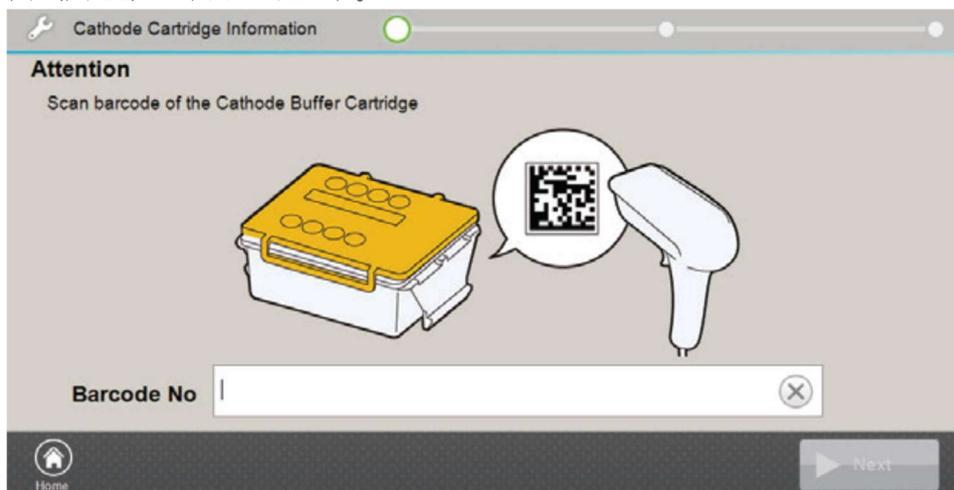

図 22 カソードバッファカートリッジのバーコード読み込み画面
- フッターの **Install** ボタンを押すと、交換手順のウィザードが開きます。このボタンを押すとカソードバッファカートリッジのバーコードを読み込む画面（図 22）が表示されます。